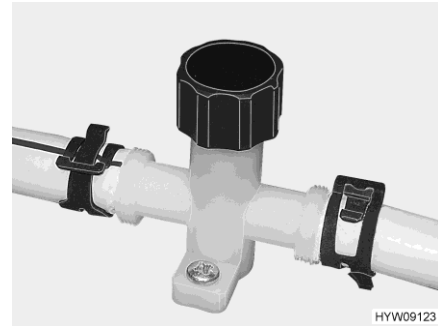

Bild 98 Ablasshahn (Wasserleitung)
- Alle Ablasshähne (Bild 98) schließen. Dazu die Kappen im Uhrzeigersinn zudrehen bzw. den Kipphebel waagrecht stellen. Das Sicherheits-/Ablassventil und die Ablasshähne sind im Sitzbankkasten bzw. unter einer Bodenklappe eingebaut.